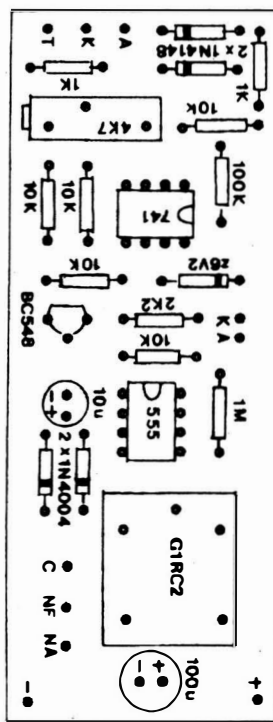

Fig. 3
- **FIG. 3 - CHAPEADO DA MONTAGEM** - Conforme é costume nas descrições das montagens aqui em **APE**, o *chapeado* representa, com grande clareza (ainda que usando algumas estilizações e normas gráficas *totalmente nossas, criadas pelos nossos desenhistas...*) a colocação das principais peças do circuito sobre a face não cobreada do impresso... Cada componente está identificado (pela sua forma ou símbolo...), codificado, com seus valores e polaridades indicados, de modo que só erra quem for um deficiente visual absoluto! É só seguir, com cuidado e atenção, passo-a-passo, que tudo deverá sair *nos conformes*... É bom, contudo, notar que vários dos componentes são polarizados, e assim têm posição única e certa para inserção e soldagem (se forem colocados invertidos, o circuito não funcionará e o próprio componente poderá sofrer danos...). É o caso dos dois integrados, cuja orientação é referenciada pela extremidade marcada, do transistor, referenciado pelo seu lado *chato*, dos diodos (in-